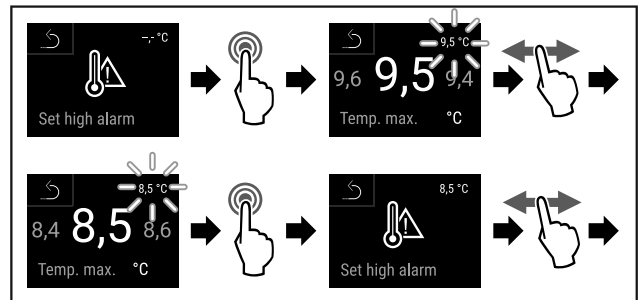

Fig. 141
- ▶ Seguir los pasos de procedimiento (consulte Fig. 141) .